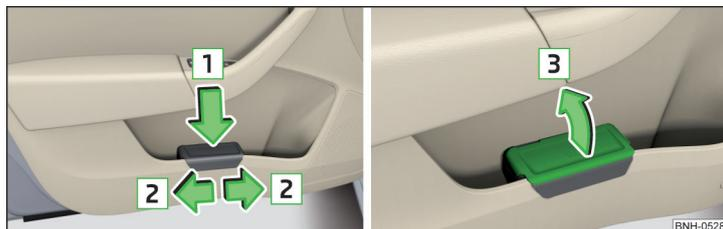

Fig. 75 Cubo de basura: colocar y mover / abrir
- Presione el cubo de basura por el área trasera en el sentido de la flecha **1** » fig. 75.
- Extraiga el cubo de basura en sentido contrario al de la flecha **1** » fig. 75.
- Levantar la tapa en el sentido de la flecha **3** » fig. 75.